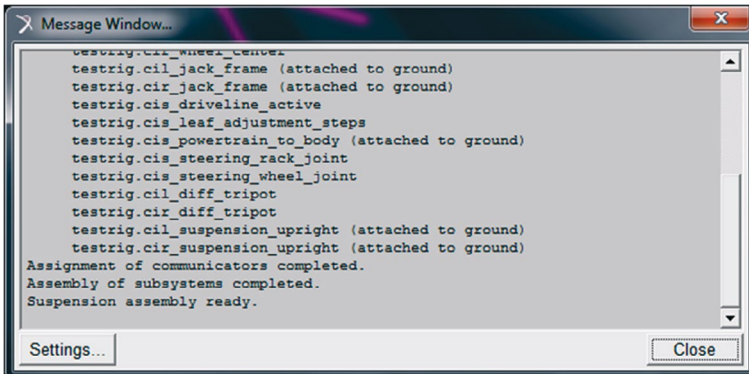

Figura 4.118 – Confirmação de criação do *Assembly*.
- A janela ilustrada na Figura 4.118 será aberta, confirmando a criação do *Assembly*. Essa mesma janela poderá fornecer informação de algum erro durante a criação deste para possíveis correções no modelo.